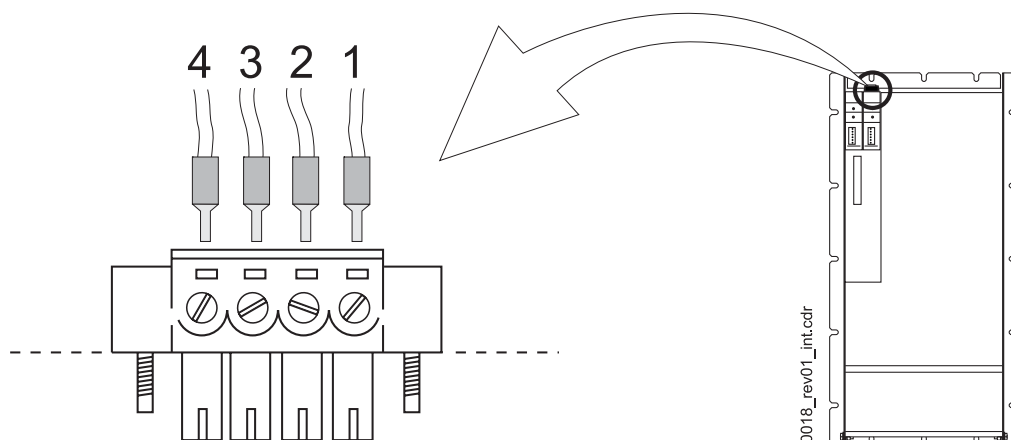

Abbildung 16: Sicherheitsrelais X68
1) Position siehe ►Abbildung 16◄ auf Seite 50.